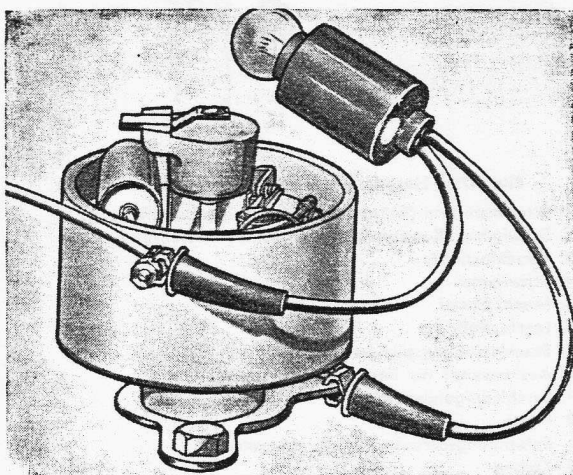

Bild 1-72. Einstellen des Zündung
3. Verteilerwelle in die richtige Stellung drehen und den Verteiler aufsetzen. Lampe (Höchststärke 3 W) gemäss Bild 1-72 anschliessen. Strom einschalten.